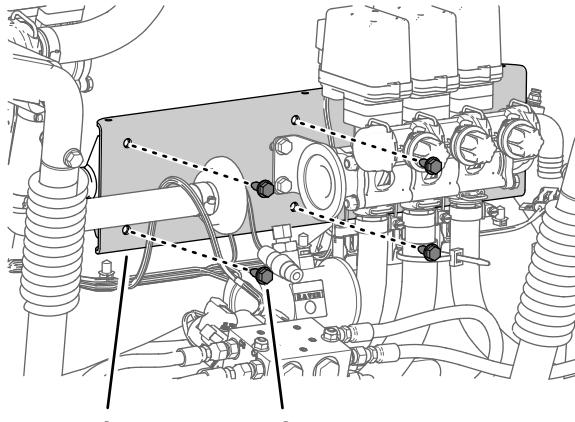

图18
- 卸下将喷洒臂段阀支架固定至安装座的4个凸缘头螺栓5/16 x 3/4 英寸图18。